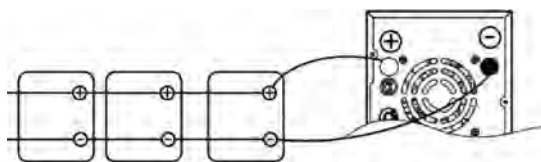
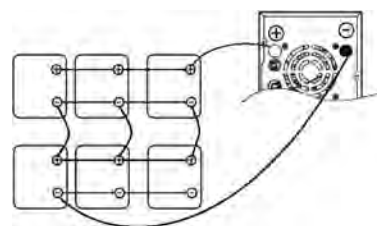

Рисунок 3. Подключение модели 1000 LI
Рисунок 4. Подключение модели 2000 LI
2.) Параллельное и последовательно параллельное подключение нескольких аккумуляторов (см. Рисунок 3 и Рисунок 4):